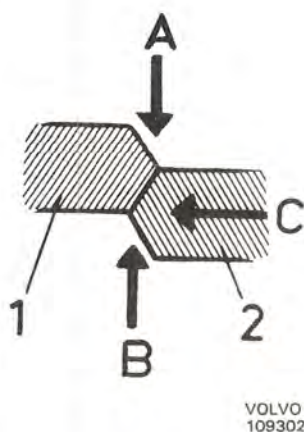

Bild 7. Kuggarnas läge vid synkronisering
När en växel ska kopplas i pressas kopplingshylsan (3, bild 5) av en skiftgaffel mot växelns kugghjul. Medbringarna (4) pressar därvid synkroniseringskonan mot konan på kugghjulet. Om synkroniseringen och kugghjulet har olika rotationshastighet kommer synkroniseringskonan att vridas med av kugghjulets kona. Synkroniseringskonan hindras dock av medbringarna att vrida sig mer än en halv kuggbredd. Härvid kommer synkroniseringskonans kuggar att med halva kuggbredden (se bild 7) ligga an mot kopplingshylsans kuggar. På grund av detta hindras kopplingshylsan att gå i ingrepp med kugghjulets kuggar.
På grund av friktionen mellan synkroniseringskonan och konan på kugghjulet kommer kugghjulet och synkroniseringen att bromsas till samma hastighet. När de erhållit samma hastighet har krafterna A och B (bild 7) försvunnit, endast kraften C finns kvar. Kopplingshylsan kan nu, genom kraften C, "vrida" tillbaka synkroniseringskonan och därmed kan växeln kopplas i, bild 8.